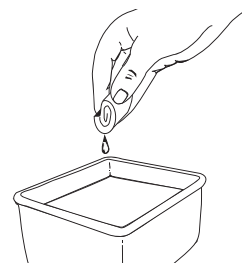

Fig. 25
- Lavez le filtre dans un mélange d'eau et de détergent (Fig. 25). Rincez le filtre abondamment et laissez-le sécher.